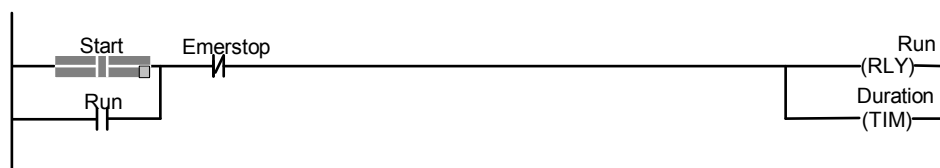

図2.6
18. 画面が回路作成モード **Circuit Editing Mode** に移行すると画面上のカソールは大きくなり、〈→〉キーを一度だけ押すとカソールは要素 “Start” の位置に移動して、図 2.6 の様にカソールの右端を点滅します。